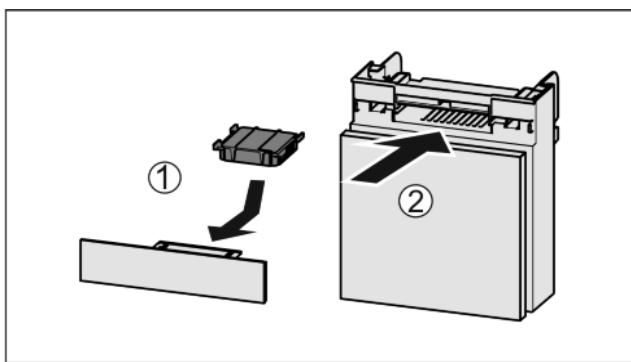

Fig. 36
- Установите фильтр с активированным углем, как показано на рисунке Fig. 36 (1).
- Вставьте отделение Fig. 36 (2).